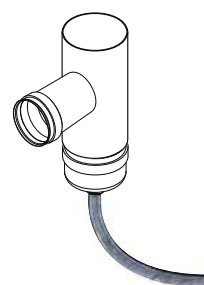

fig 5.5.7
**Es necesario proporcionar tubo de evacuación de líquidos en el primer acople en T al nivel de la salida de humo, para permitir la evacuación del agua de condensación que puede formarse en el conducto (fig. 5.5.7).**